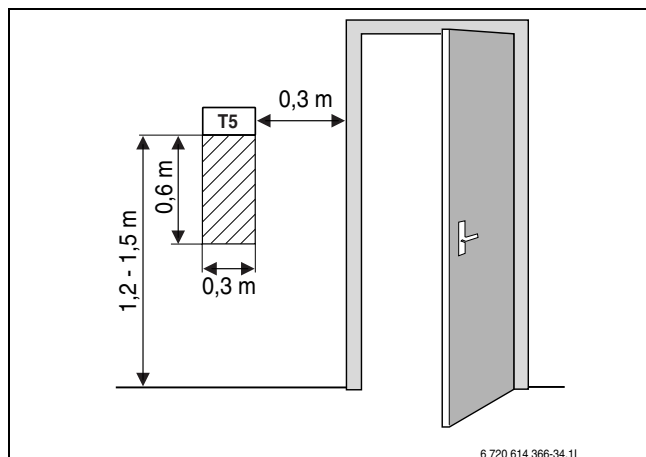

Fig. 49 Aanbevolen plek om de kamersensor te monteren
- Ongehinderde circulatie van de kamerlucht onder de kamersensor (het gearceerde oppervlak op de afbeelding 49 moet vrijgehouden worden).